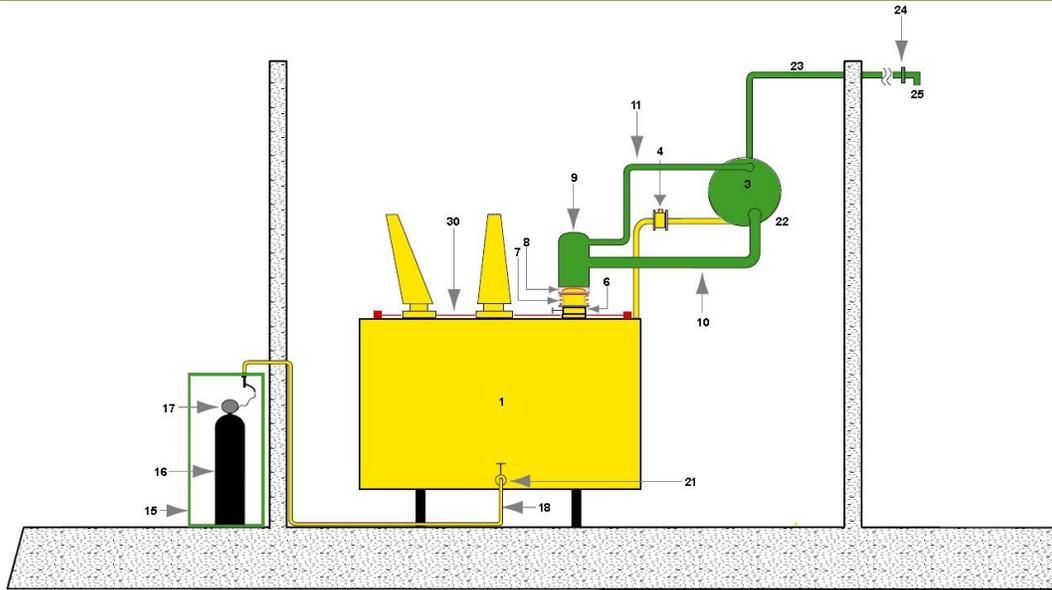

图 1: TP 型变压器保护装置
下图1、2、3、4分别列出了TP系统的应用实例。TP、TPA、TPB和TPAB均可用于户内或户外使用的变压器。该装置启动时，爆炸性油和气体被输送至油气分离罐分离。爆炸性气体被输送至远方排出，不会对工厂设备造成损坏。
- **TP型**，图1，适用于容量为0.1MVA至1000MVA及以上的户内或户外变压器。变压器释压装置（6-9项）可在发生内部故障时释压。释压后的油气混合物会输送至油气分离罐（22项）。气体会通过爆炸性气体排放管（23项）排放至建筑物外部或远离变压器及周边设备的安全排放区域。空气隔离阀（24项）安装在爆炸性气体排放管（23项）末端，防止空气进入油气分离罐（22项）或变压器油箱。
变压器保护装置（TP）由几部分构成，分别具有不同的功能。参考图1、2、3和4。